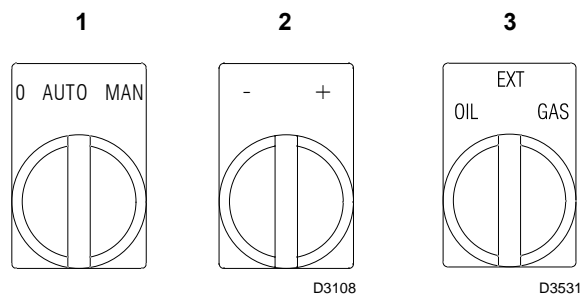

图 31
关闭远程控制，并将燃料转换器 1) (图 31) 置于 "MAN" 位置。
- 1 使用转换器 3) (图 31);
将转换器 3) (图 31) 置于“EXT”位置，可启动远程燃料选择功能。
旋转“降低出力”转换器 2) (图 31)，直至伺服马达关闭风门挡板，蝶阀开启角度为 35° (工厂已做设定)。
通过按转换器 2) (图 31) 上的 “+” 或 “-” 的符号调节中间出力的位置。
- 将控制面板上的转换器开关置于手动位置 1) (图 31)，点燃燃烧器。
- 此时，调整转换器 3) (图 31) 至 **燃气 (GAS)** 并检查确认燃气按所需出力运行正常。